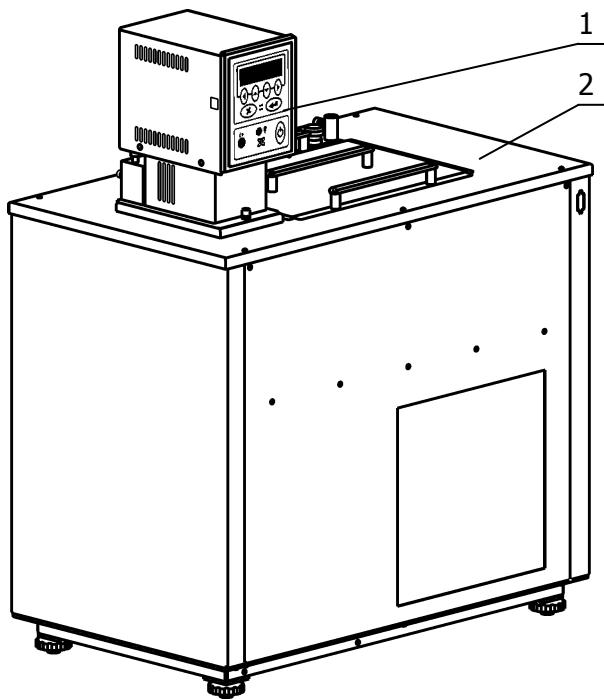
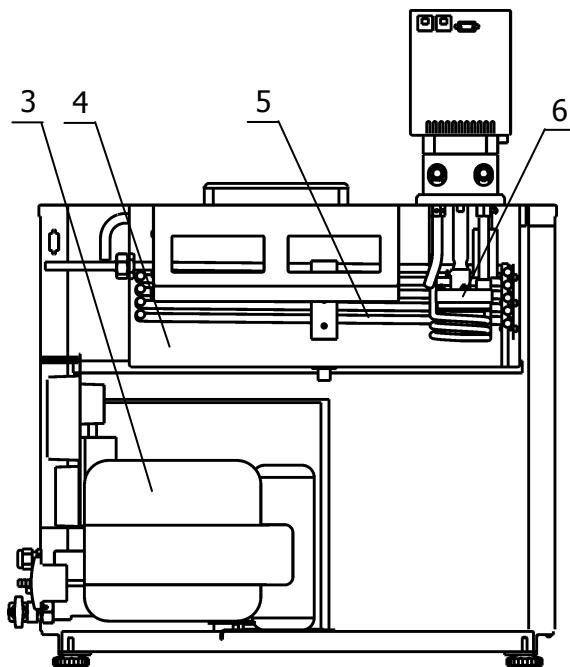

Рисунок 1 — Внешний вид термостата
Рисунок 2 — Устройство термостата
1.4.2 Конструкция термостата состоит из блока регулирования температуры 1 и корпуса 2 (рисунок 1), внутри которого расположена рабочая ванна 4 и размещена холодильная машина 3 (рисунок 2). В рабочей ванне, кроме погруженной части блока регулирования, расположен теплообменник 5 (рисунок 2), по которому прокачивается хладагент при работе холодильной машины.
1.4.3 Работа термостата заключается в поддержании заданной температуры теплоносителя, циркулирующего в ванне, а также во внешнем потребителе, в случае его подключения. Циркуляция теплоносителя обеспечивается центробежным насосом 6 (рисунок 2), расположенным в блоке регулирования температуры.
1.4.4 Поддержание заданной температуры теплоносителя осуществляется электронным регулятором, расположенными в блоке регулирования температуры 1 (рисунок 1). Охлаждение теплоносителя осуществляется с помощью холодильной машины 3 посредством теплообменника 5, установленного в рабочей ванне 4 (рисунок 2).